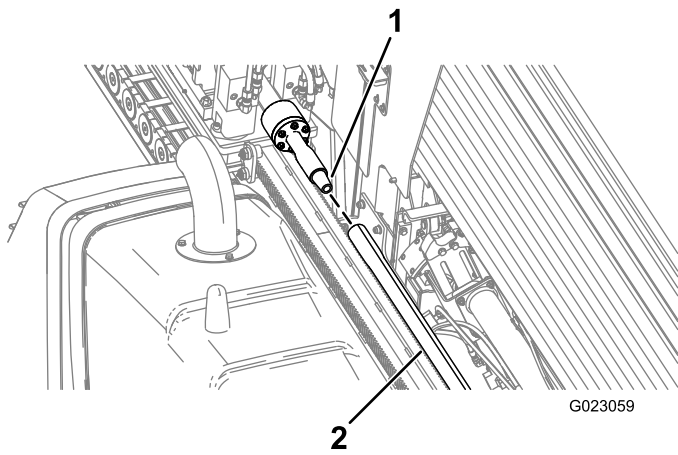

Figura 80
9. Gire el husillo de perforación en sentido horario y mueva el carro lentamente hacia adelante para introducir el husillo en el extremo hembra del tubo (Figura 80).